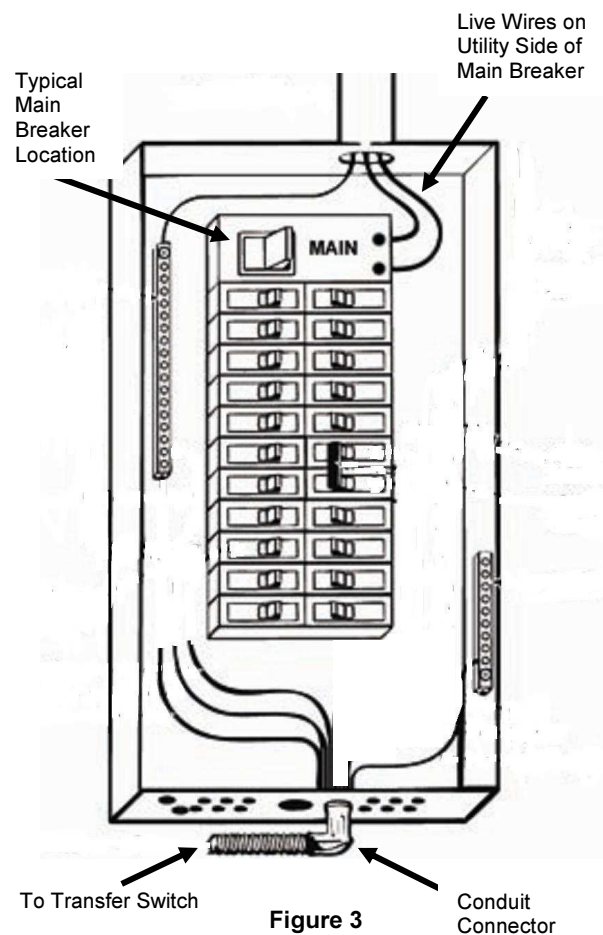

Figure 3
2. Tournez le disjoncteur principal utilitaire (Figure 3).